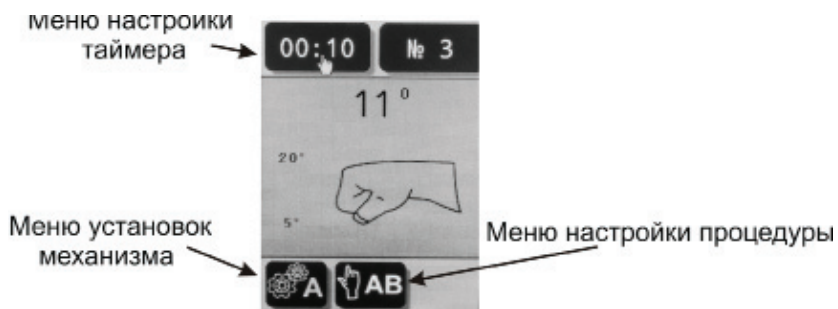

Рисунок 5.4 – Дисплей режима готовности
5.2 Дисплей режима готовности (см. рис. 5.4):
1. Подключите вилку сетевого кабеля (7) в розетку переменного тока 220В 50Гц с заземляющим контактом.
2. Включите Аппарат с помощью выключателя «ON/OFF» (6). После включения Аппарата слышен звуковой сигнал, на дисплее появляется логотип производителя.
3. По окончании загрузки на дисплее отображается дисплей режима готовности (см. рис. 5.4)
После однократного нажатия любой кнопки Аппарат перейдет в режим «Пауза», о чем сообщит мигающий в зоне С пульта управления иконка . В данном режиме дисплей переходит в состояние и выбора меню (см. рис. 5.4): иконки панели становятся активными и появляется возможность оперативно изменить (скорректировать) режим работы аппарата.